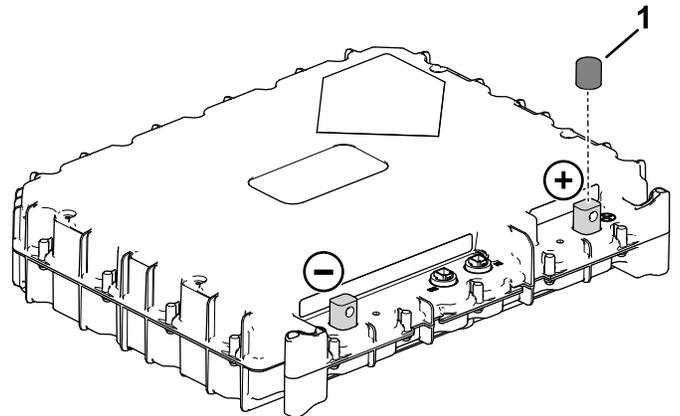

Bild 12
- A. Nehmen Sie die Kappe Bild 12 von den Pluspolen.